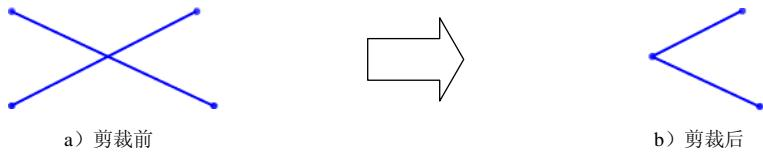

图 4.7.17 “边角”方式
- 使用 强劲剪裁(P) 方式可以剪裁或延伸所选草图实体。
- 使用 边角(C) 方式可以剪裁两个所选草图实体，直到它们以虚拟边角交叉，如图 4.7.17 所示。